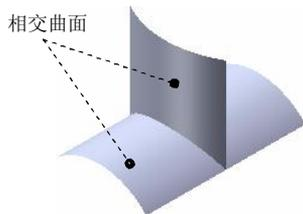

图 1.3.15 选取相交特征
Step3. 选择交叉面。选取图 1.3.15 所示的两个相交的曲面, 单击 按钮, 在两曲面的相交处, 系统自动生成一条曲线。